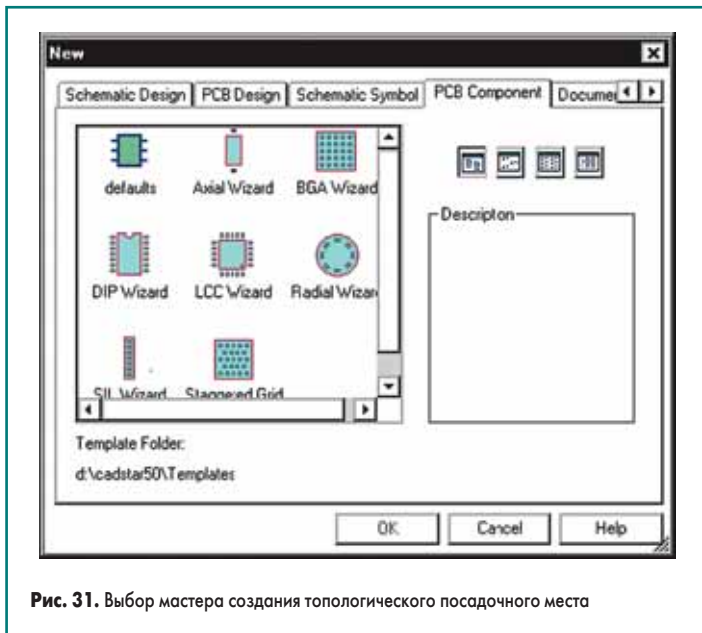

Рис. 31. Выбор мастера создания топологического посадочного места
2. В появившемся диалоговом окне New перейдем на вкладку PCB Component (рис. 31).